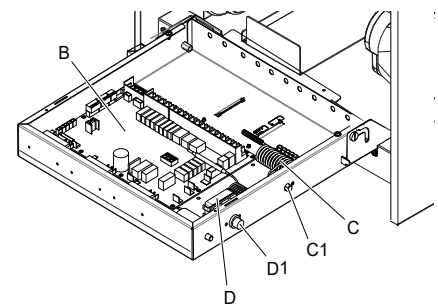

fig. 21 - binnenaanzicht van het schakelbord
- B** Elektronische hydronische kaart (fig. 21)
- C** Veiligheidsthermostaat voor eenfasige elektrische boiler (TBH) met handmatige resetknop (ond. C1 fig. 21)
- D** Veiligheidsthermostaat voor systeem eenfasige elektrische verwarming (IBH) met handmatige resetknop (ond. D1 fig. 21)